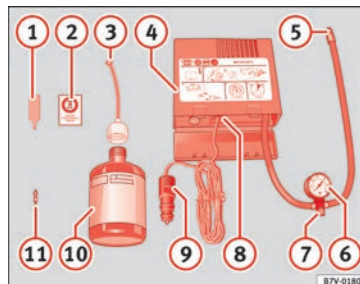

Bild 89 Standardtyp: Innehåll i däckreparationssatsen.
Däckreparationssatsen förvaras under lastgolvet i bagagerummet. Satsen består av följande delar » **bild 89**:
Skruva fast påfyllningsslangen » bild 89 ⑤ igen och kontrollera däcktrycket på mätaren ⑥.